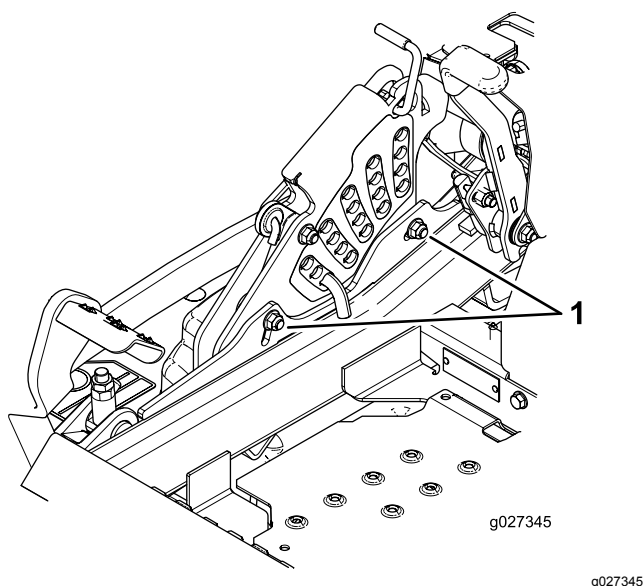

Figura 87
10. Per agire sull'impianto di regolazione da un punto unico, allentate i 2 bulloni alla base della piastra dell'altezza di taglio (Figura 87).
11. Serrate i 2 bulloni alla base della piastra dell'altezza di taglio (Figura 87).